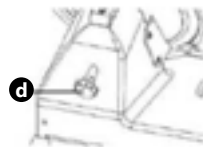

Abb. 6
- Um die Schneidmesserabdeckung (3) zur Reinigung abzunehmen, lockern Sie die Schraube (d) an der Rückseite des Gerätes (Abb. 6) und drücken Sie diese dann in Richtung Schneidmesserabdeckung. Die Schneidmesserabdeckung entnehmen.